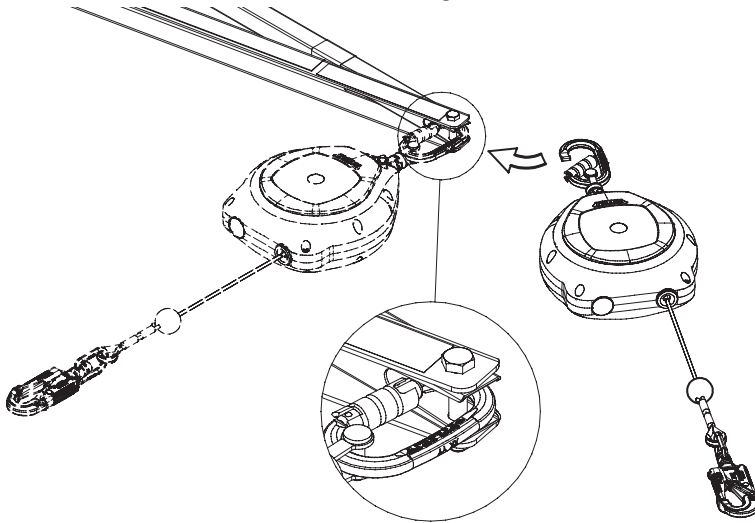

Abbildung 31. Anbringen eines Höhensicherungsgeräts Falcon (6,2 m)
2. Im nächsten Schritt wird das Höhensicherungsgerät befestigt. Stellen Sie sicher, dass die Komponente korrekt am SkyReach Anker befestigt und gesichert ist. Abbildung 31 zeigt, wie das Höhensicherungsgerät Falcon (6,2 m) am Ankerpunkt befestigt ist.